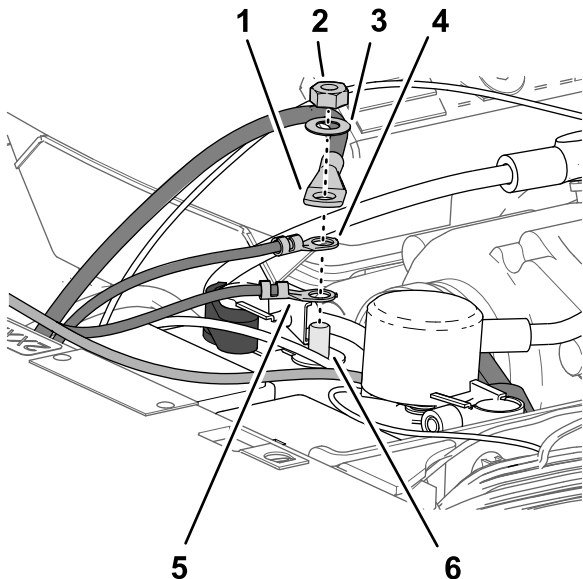

Figura 214
5. Monte los siguientes cables y terminales en el espárrago roscado del borne negativo de la batería (**Figura 214**), en el orden siguiente: